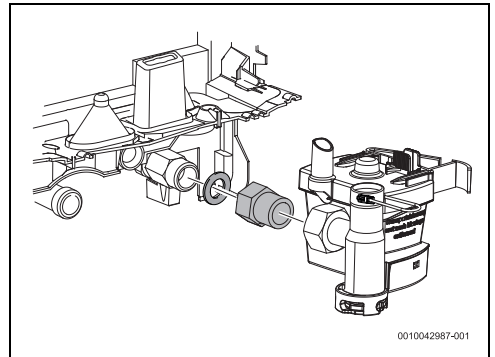

Bild 29 Zusätzliche Buchse
- ▶ Zusätzliche Buchse anbringen, um die ordnungsgemäße Installation des Aquastop-Systems zu ermöglichen (Bild 29).